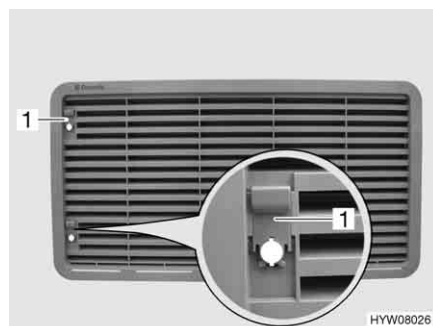

Bild 204 Kylskåpets ventilationsgaller (med spjäll)
- Skjut upp spjället (Bild 204,1).